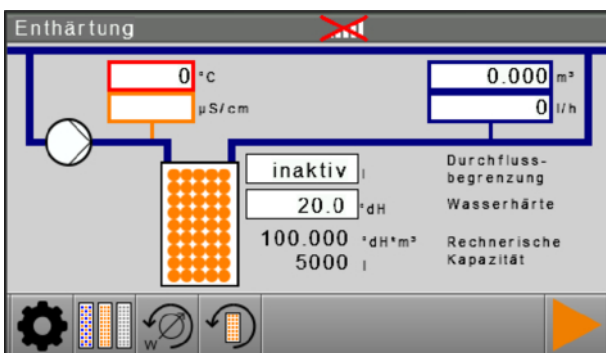

Abb. 104: Rechnerische Kapazität
Wird die Wasserhärte eingestellt, so wird in Abhängigkeit zum *Patroneninhalt* (siehe Patroneninhalt, Seite 39) und *Kapazität pro Liter* (siehe Kapazität pro Liter, Seite 41) die *Rechnerische Kapazität* (siehe Abbildung 104) der Anlage angezeigt.
- ✓ Die *Rechnerische Kapazität* wird neu berechnet und angezeigt (siehe Abbildung 104).